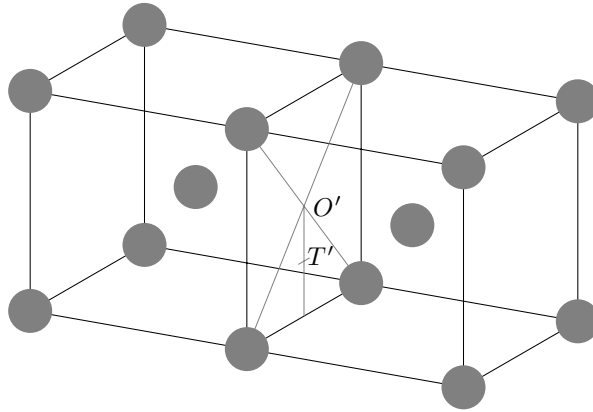

Figure 2 Sites interstitiels O' et T' dans la maille de fer α
d) Dans la représentation de la maille de fer α donnée figure 2, à quel type de site interstitiel correspond O' ? Est-il régulier ? Justifier votre réponse.